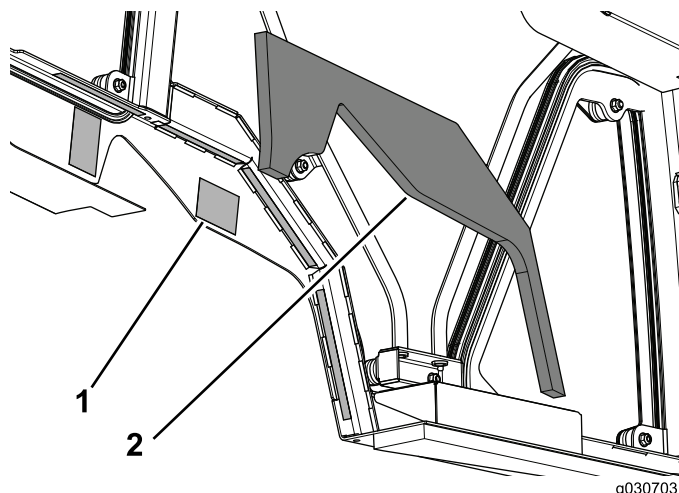

Bild 13
- Entfernen Sie das Trägermaterial aus Papier vom doppelseitigen Band an beiden Seiten der Kabine (Bild 13).
- Bringen Sie den linken Behälterschaumstoff an der Kabine an (Bild 13).